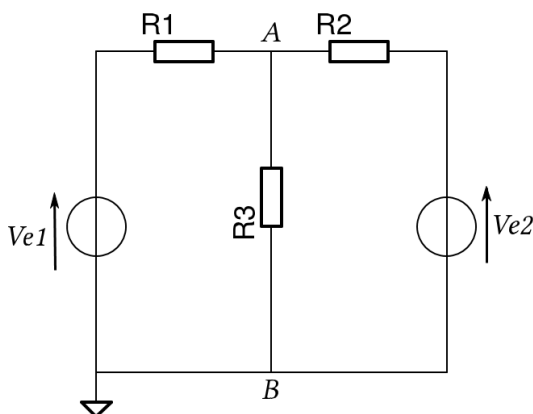

Figure 4
Soit le montage de la figure 4 :
1. Câblez le montage donné en figure 4 et mesurez les tensions aux bornes de chacune des résistances. Effectuez ces mesures pour $V_{e1} = 0V$ et $V_{e2} = 3V$ puis pour $V_{e1} = 2V$, $V_{e2} = 0V$.